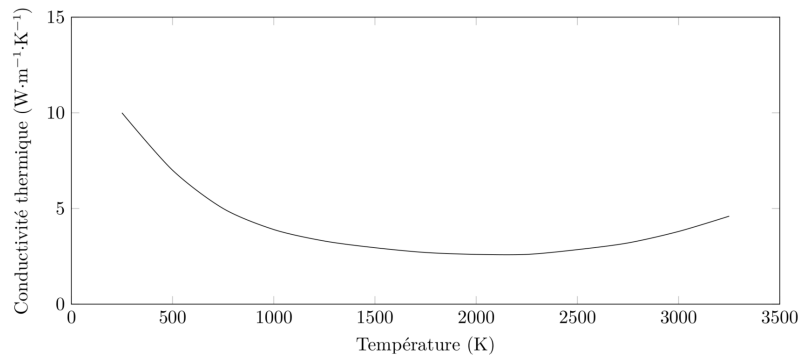

FIGURE 4 – Évolution de la conductivité thermique du dioxyde d'uranium
- Q.12** En réalité, la conductivité thermique du dioxyde d'uranium n'est pas indépendante de la température mais possède le profil donné FIGURE 4. Expliquer, de manière qualitative mais argumentée, de quelle manière est modifié le profil de température et, en particulier, si on peut s'attendre à une température plus élevée ou plus basse que celle calculée précédemment.